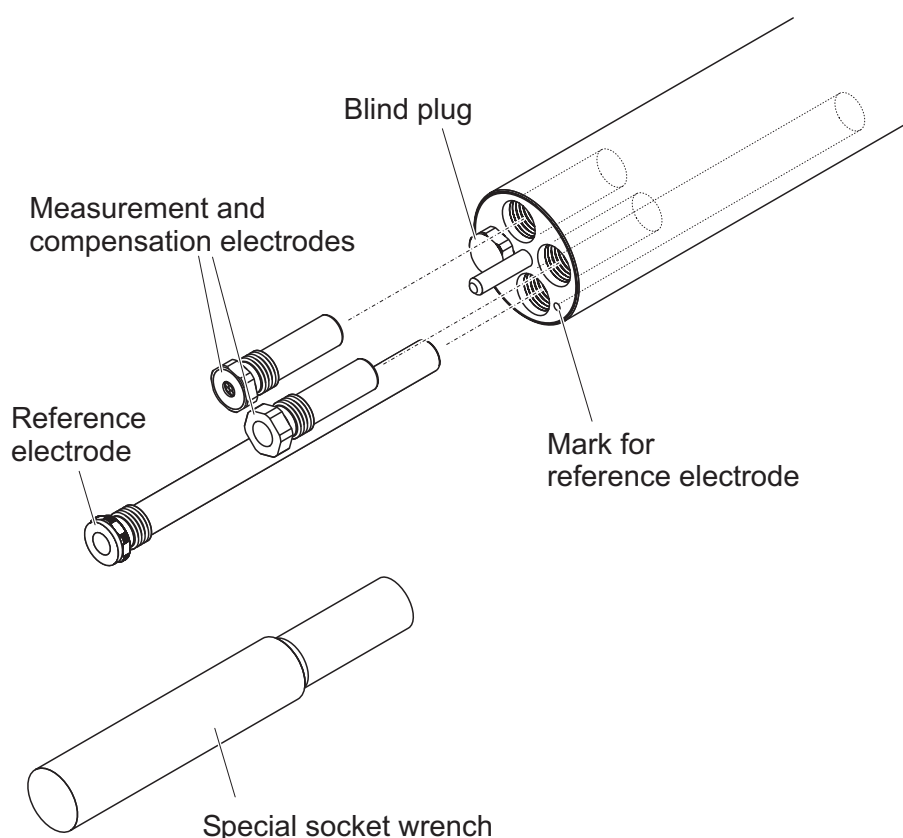

Fig. 3-3 Montaggio degli elettrodi sul sensore.
- L'alloggiamento per l'elettrodo di riferimento è indicato con una tacca. La sua profondità è palesemente maggiore degli altri tre alloggiamenti (vedere la Fig. 3-3).